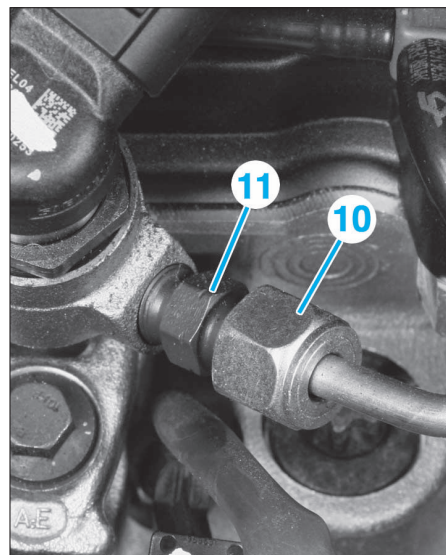

FIG. 64
Lors du desserrage du raccord (10) du tuyau haute pression sur le porte-injecteur, retenir impérativement l'écrou (11) de maintien du filtre-tige avec une contre clé (Fig.64).